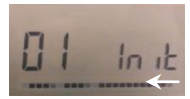

Fig. 3
- 1 cuadrado se desplaza por el gráfico (Fig 3)